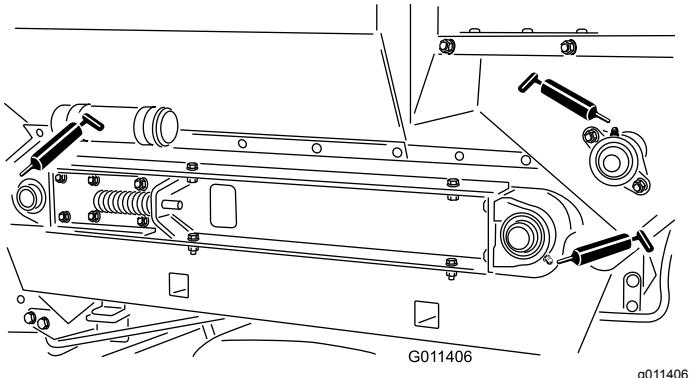

Figura 21
Os locais dos bocais de lubrificação (Figura 21) e as quantidades são: Os veios dos rolamentos dos rolos (4) e os veios dos rolamentos da escova (1).